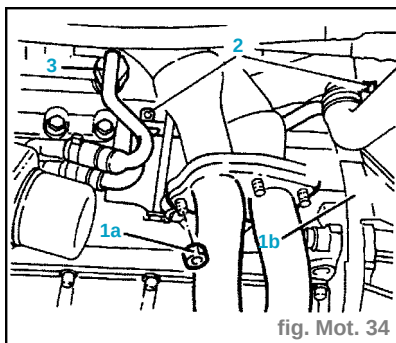
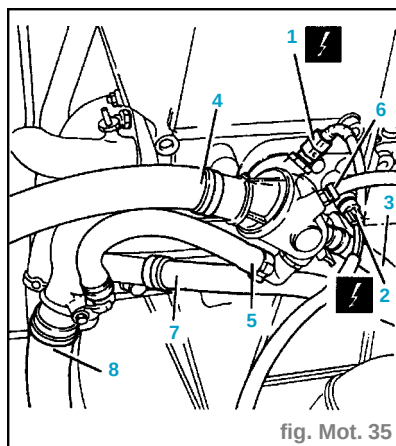

fig. Mot. 34
fig. Mot. 35
- Dévisser les écrous (1a) et déconnecter la partie avant de la tuyauterie d'échappement (1b) du collecteur (fig. Mot. 34).
- Dévisser les vis de la tuyauterie d'amenée du liquide de refroidissement à l'échangeur de chaleur de l'huile moteur (2) (fig. Mot. 34).
- Dévisser le raccord de la tuyauterie de la sortie du liquide de refroidissement de l'échangeur de chaleur de l'huile moteur (3).
- Déconnecter le raccord électrique du capteur de la température de l'eau du moteur (1) (fig. Mot. 35).
- Déconnecter le raccord électrique du transmetteur combiné pour thermomètre et témoin de la température de l'eau du moteur (2).
- Déconnecter du thermostat la tuyauterie d'amenée du liquide de refroidissement au réchauffeur du système de la climatisation (3).